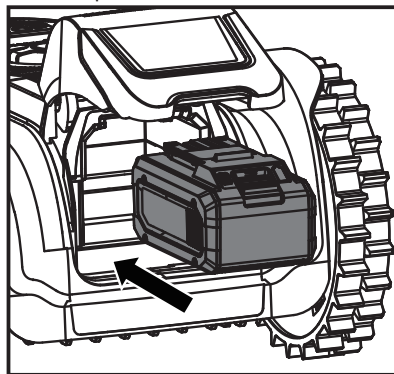

Fig. 1
2. Alinee los rieles de soporte situados dentro del compartimento de la batería con las guías del paquete de baterías y, a continuación, inserte el paquete de baterías en el compartimento (Fig. 1).